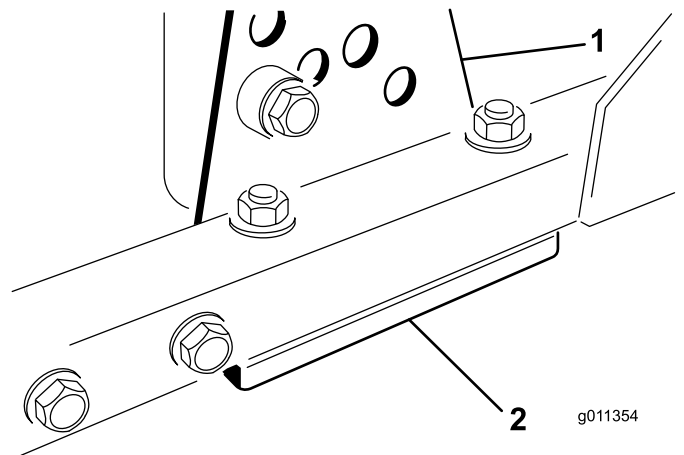

Figura 89
1. Retire el soporte de altura de corte (delantero, izquierdo o derecho) del bastidor de la unidad de corte (Figura 89).
2. Coloque suplementos de 1,5 mm y/o 0,7 mm entre el bastidor de la unidad de corte y el soporte hasta lograr el ajuste de altura deseado (Figura 89).